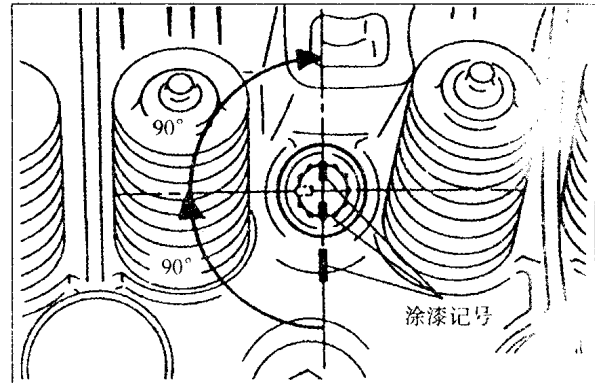

图 3-33
g. 在气缸盖螺栓头和气缸盖上涂油漆记号（见图 3-33 所示）